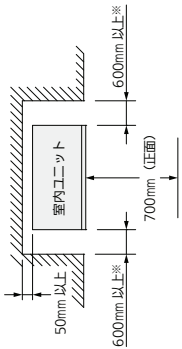

図1
- サービス席の作業用スペースを考慮してください。(図1)
- 3-3. 室内ユニットと障害物および背面までの距離は図1に從ってください。